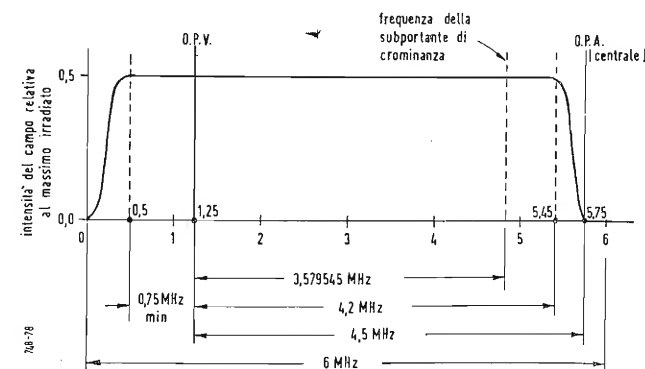
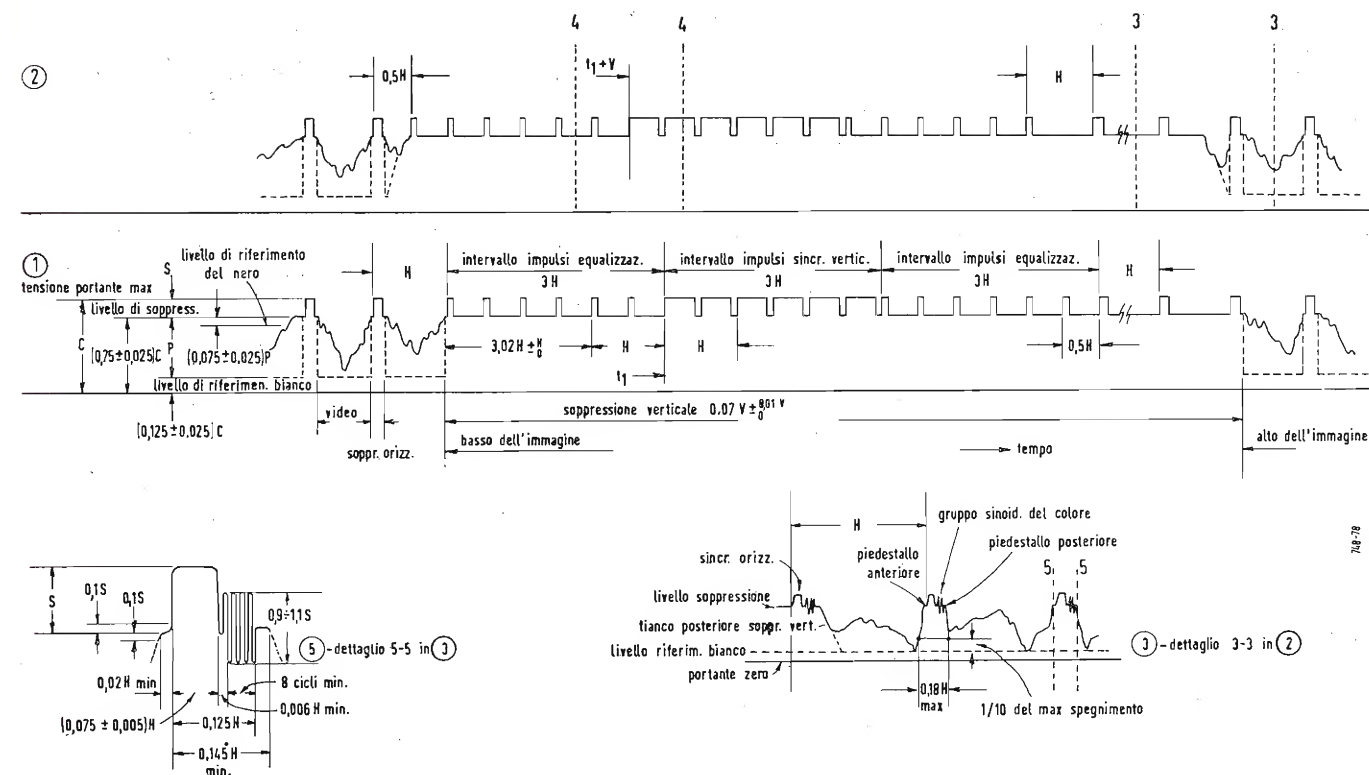

Fig. 38 - Canale standard RETMA con l'indicazione della subportante.
Fig. 39 - Forma d'onda sincronizzante dello standard RETMA. (Per tutte le indicazioni non riportate in questa figura si rimanda allo standard RMA).
2°) *Trasmissione a banda laterale parzialmente soppressa*: sarà impiegata la trasmissione a banda laterale inferiore parzialmente soppressa, conformemente alla fig. 38.
d) I segnali di sincronismo orizzontale, verticale e del colore saranno quelli specificati in fig. 39, con le modifiche della trasmissione a banda laterale parzialmente soppressa indicate in fig. 38 e della caratteristica di ritardo specificata in 5°) b).